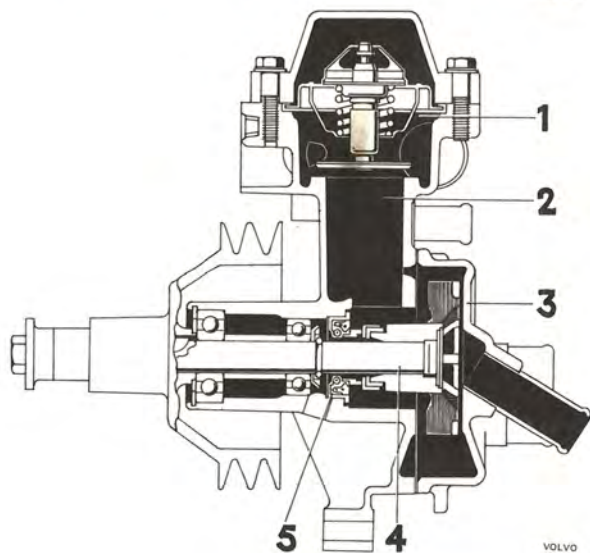

Bild 39.
Termostathuset (1 bild 39) och förbiströmningskanalen (2) är utformat i huset.